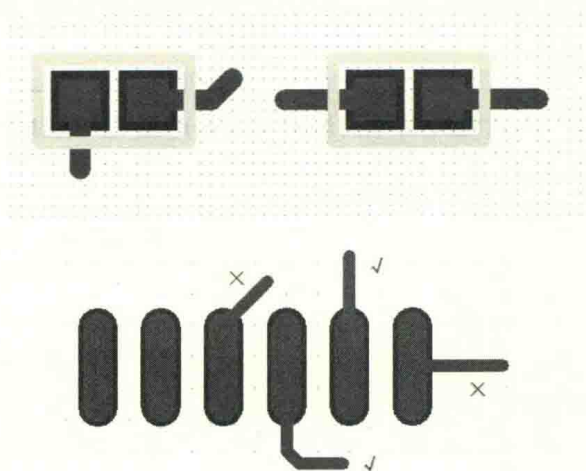

图 9-69 元件的出线
(5) 采用合理的布线方式，焊盘连线采用关于长轴对称的扇出方式，可以比较有效地减小 CHIP 元件贴装后的不良旋转；如果焊盘扇出的线也关于短轴对称，那么还可以减小 CHIP 元件贴装后的漂移，如图 9-69 所示。